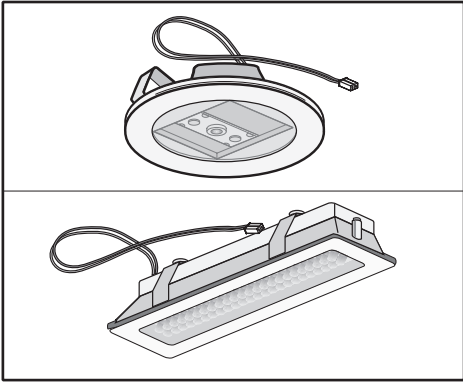

Fig.10
• **Sostituzione delle lampade LED (Fig.10):**